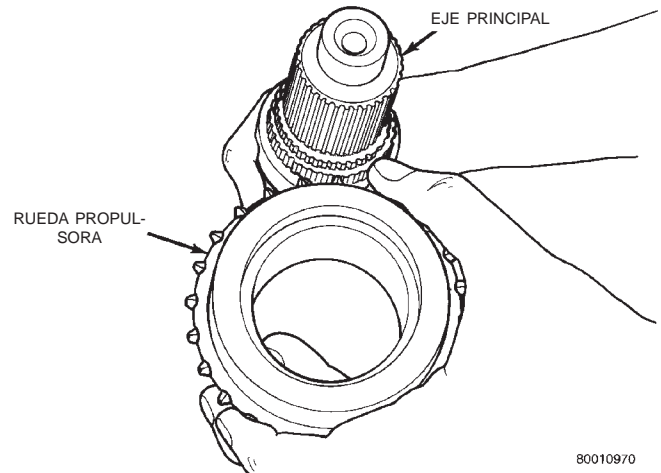

Fig. 30 Desmontaje de la rueda propulsora
- (3) Deslice hacia afuera del eje principal la rueda propulsora (Fig. 30).